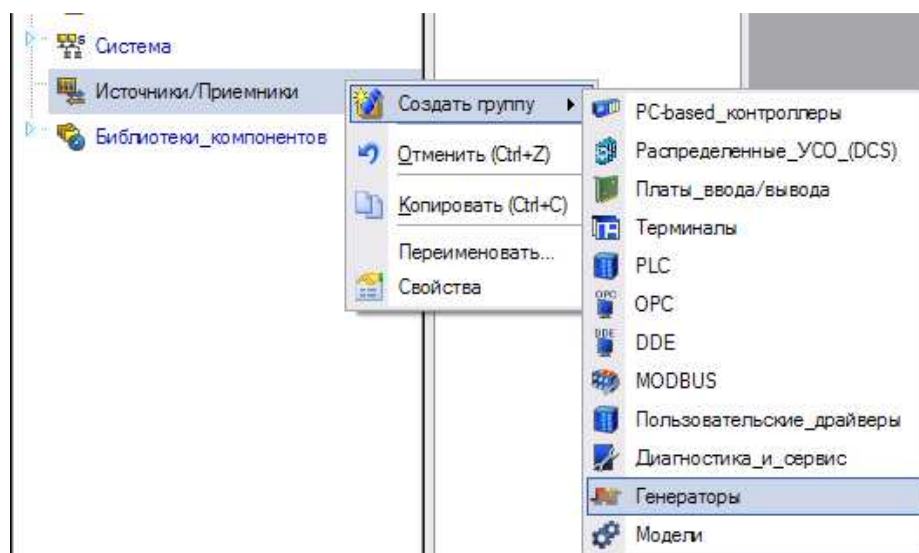

Рис. 3.13 Создание группы для генераторов
6. **Генерация сигнала.** Создайте группу генераторы. Для этого выделите строку **источники/приемники** навигатора проекта. Выделите контекстное меню. В появившемся меню выберите строку **создать группу**. Среди предложенных групп выберите **генераторы** (рис. 3.13). Выделив созданную группу (генераторы 1) и щелкнув левой клавишей мыши, измените имя, к примеру, на «генератор».